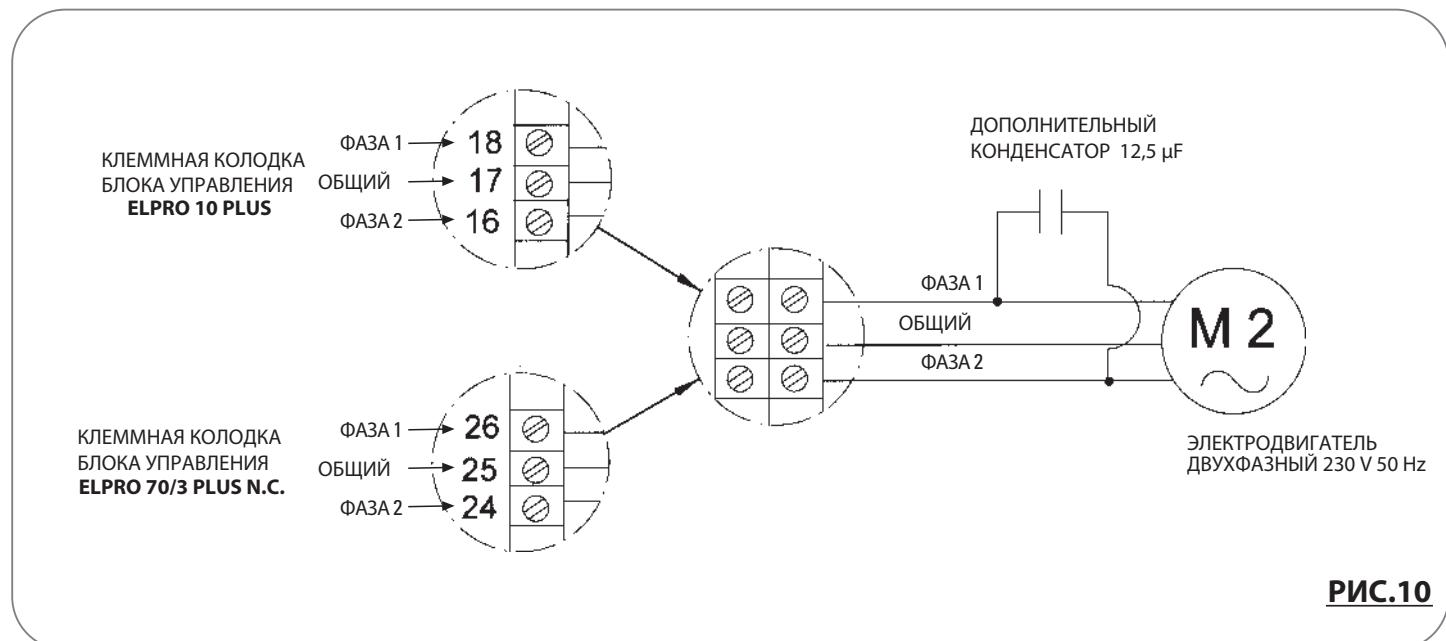

**РИС.9**
- В случае установки **трёхфазного** привода, подсоедините **последовательно** прерыватель напряжения и **нулевой провод концевого выключателя** (Рис. 9). Питание прерывается каждый раз, когда вставится ключ разблокировки или снимается защитная крышка.